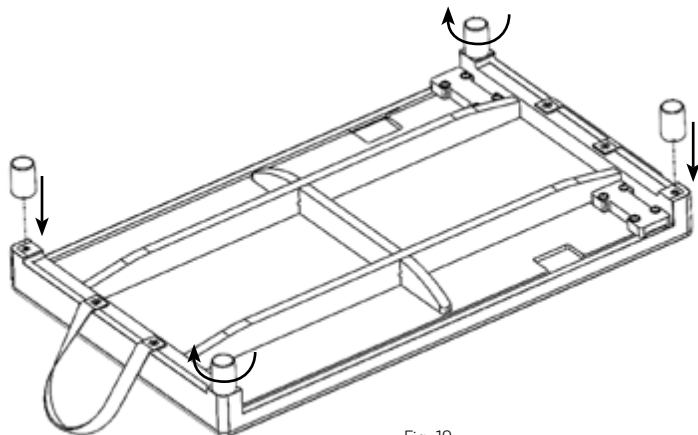

Fig. 19
2. Trovare i (4) piedi con la filettatura sporgente e avvitarli negli innesti che si trovano negli angoli sul lato inferiore del Mat Conversion.
3. Farli ruotare in senso orario finché non saranno ben stretti. Va benissimo la serrata a mano (vedere Fig. 19).